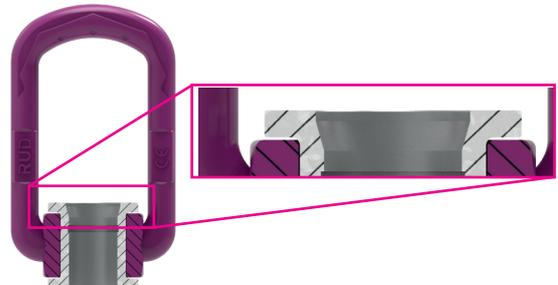

Abb. 7: ICE-LBG-SR im Schnitt dargestellt. An der oberen Buchse ist die Einführschräge zu erkennen
1. Stecken Sie die Schraube in die mit einer Einführschräge ausgeführte Buchse (siehe Abb. 7).